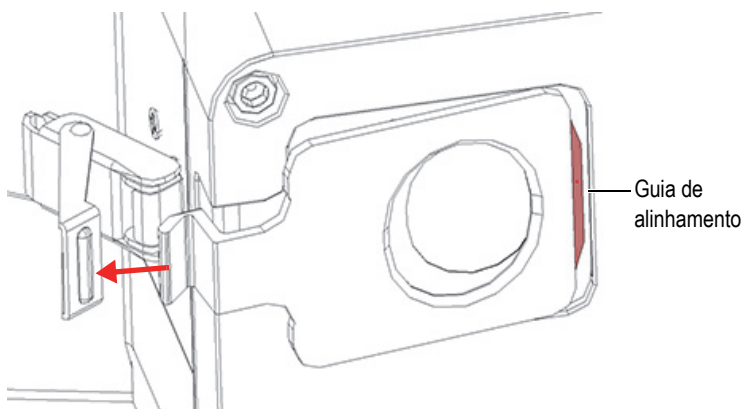

Figura 4-4 Guia de alinhamento do painel frontal totalmente visível
5. Puxe o painel frontal levemente para a esquerda até que a guia de alinhamento esteja totalmente visível (Figura 4-4 na página 63) e, em seguida, levante o painel frontal para fora do instrumento.